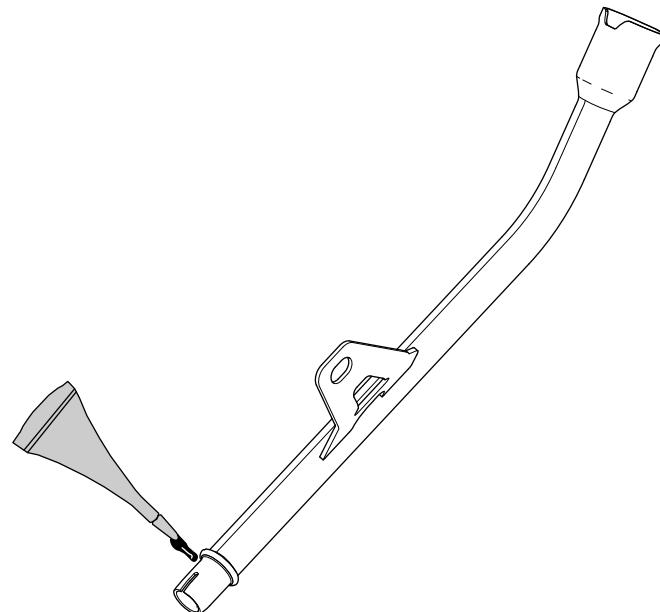

Figura 5
3. Aplique o Loctite® 620 uniforme e niveladamente na superfície do vedante do tubo da vareta (Figura 5).